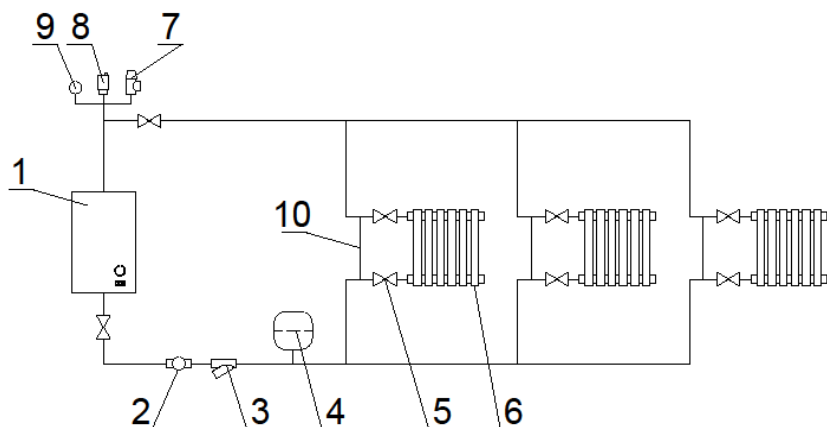

Рисунок 4. Упрощенная схема подключения электрокотла в отопительную систему с циркуляционным насосом.
Представленная на рис.4, упрощенная схема подключения электрокотла в отопительную систему не заменяет проекта и служит только для ознакомления. Помните: правильно спроектированная система и её правильная эксплуатация – залог безаварийной работы системы отопления. Электрический котёл – всего лишь её элемент. В этом электрокотле нет элементов защиты от повышенного давления и аварийного завоздушивания системы, предусматривайте их при проектировании и монтаже.
Присоедините рабочий нулевой провод на клемму нейтраль (N) котла. Присоединить фазные провода на клеммы L1, L2, L3 колодок. Защитный нулевой провод (PE) подключить на болт «ЗАЗЕМЛЕНИЕ» (см. Рис. 4)